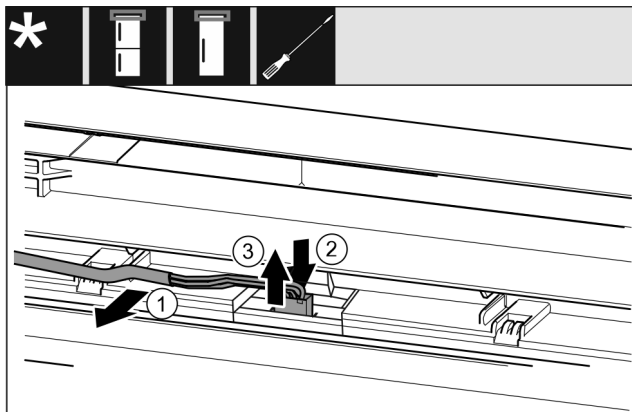

Fig. 20 Kombinace chladničky s mrazničkou / mrazničky / chladničky
- Kabel Fig. 20 (1) opatrně uvolněte z vedení ve dveřích.
- Zatlačte lamelu Fig. 20 (2) za zástrčku směrem dozadu.
- Zástrčku Fig. 20 (3) opatrně vytáhněte směrem nahoru.